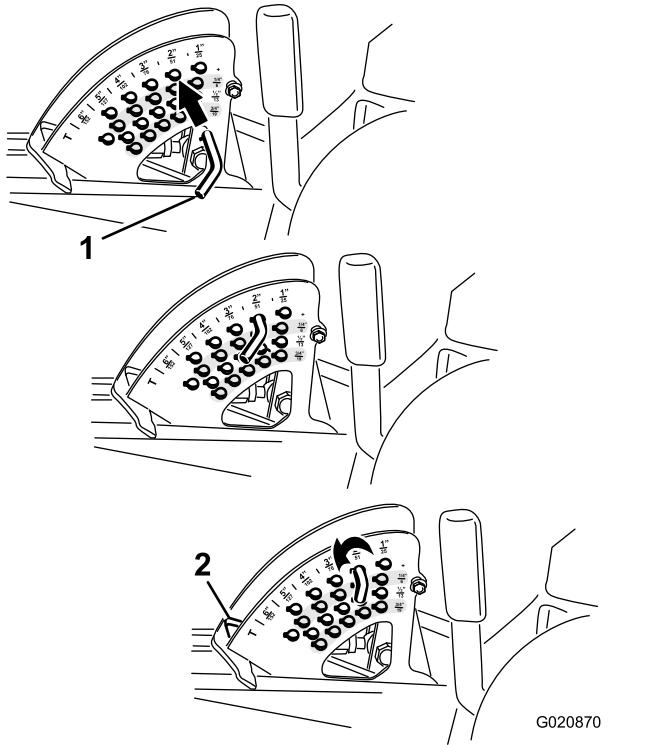

図 24
2. ストップピンについているロールピンを回してピンと刈高設定穴のスロットとが整列したところでピンを抜き取る図 24。
3. 刈高ブラケットについている穴から、希望する刈高に対応する穴を見つけ、その穴にピンを通してピンを回してロックする図 24。
注 穴は全部で4列あります図 24。外周側の列は、外周部に刻印されている通りの刈高の穴です。2列目の穴は、それぞれ 1列目プラス 6 mm の刈り高となります。3列目の穴は、それぞれ 1列目プラス 12 mm の刈り高となります。一番下の列の穴は、それぞれ 3列目プラス 18 mm の刈り高となります。刈高 158 mm だけは例外で、2列目のはずれにあります。この穴にセットすると刈高 152 mm となります 6 mm アップにはなりません。